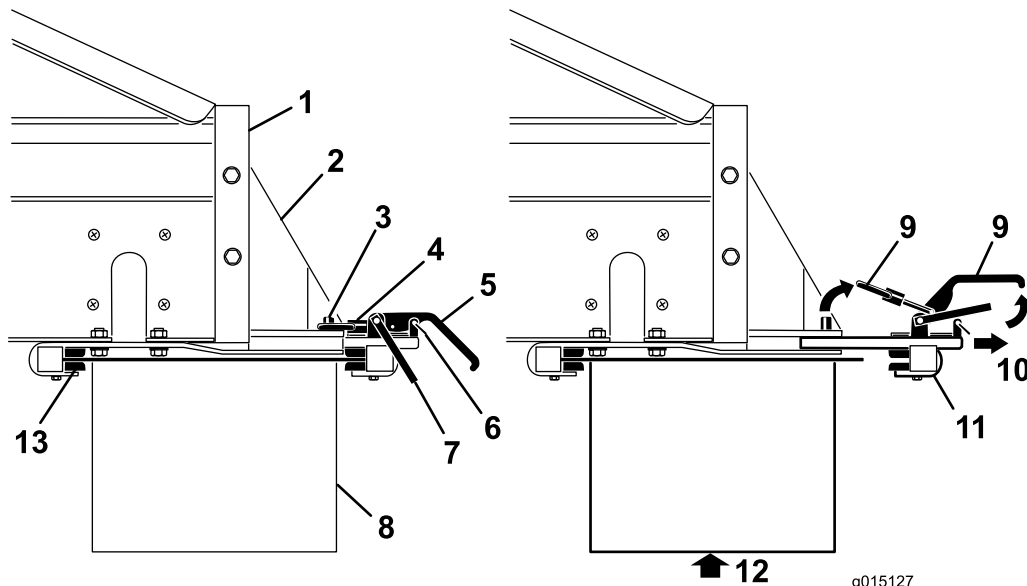

Figura 15
1. Retire os cliques do fecho de segurança das pegas da barra de ligação (Figura 15).
2. Levante o fecho de segurança, depois levante as pegas da barra de ligação do acessório e liberte os anéis de bloqueio dos pinos de bloqueio (Figura 15).
3. Deslize o grampo traseiro de ligação do acessório para fora das ranhuras de ligação rápida (Figura 15).
4. Com ajuda, insira a borda frontal do acessório opcional por cima e por baixo da traseira da máquina para a frente dos grampos nos suportes (Figura 15).
5. Apoiando o acessório opcional, deslize o grampo traseiro de ligação do acessório para as ranhuras nos suportes, e por cima da parte de trás (Figura 15).
7. Instale os cliques do fecho de segurança nas pegadas do grampo (Figura 15).